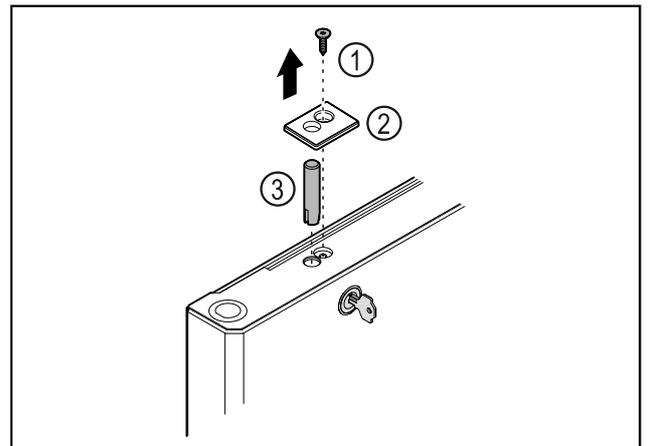

Fig. 38
- ▶ Retirar el tornillo Fig. 38 (1).
- ▶ Desencajar la cubierta Fig. 38 (2) con un destornillador pequeño y retirarla.
- ▶ Extraer el perno de cierre Fig. 38 (3).